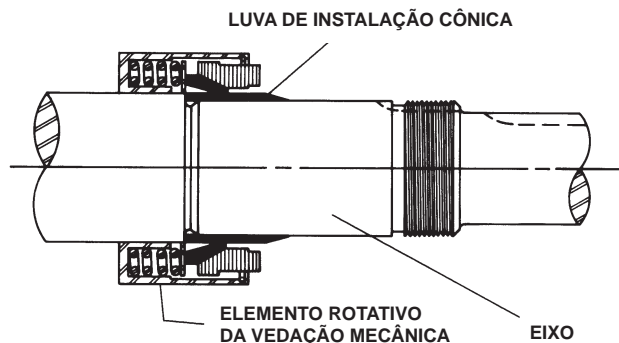

FIGURA 5
2. Coloque a luva cônica de instalação no eixo. Lubrifique a luva cônica e o lado interno do elemento rotativo com uma camada generosa de óleo leve. Graxa não é recomendada. Insira o elemento rotativo no eixo e sobre a luva cônica. **Consulte a Figura 5.**